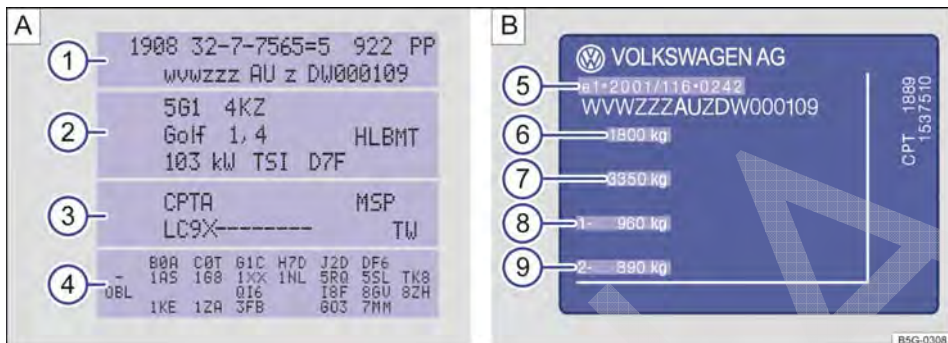

Fig. 254 A) Etiqueta de dados do veículo: na imagem de exemplo com o código do motor CPTA ③. B) Plaque de identificação.
A etiqueta de dados do veículo → Fig. 254 A) está colada na Manutenção e garantia e embaixo do revestimento traseiro do compartimento de bagagem na parede do compartimento de bagagem. Ele contém os seguintes dados:
- ① Número de identificação do veículo (número do chassi)
- ② Modelo do veículo, potência do motor, transmissão
- ③ Códigos do motor e da transmissão, código da cor, acabamento interno. No exemplo, o código do motor é "CPTA" → Fig. 254
- ④ Equipamentos opcionais, números PR
A plaque de identificação → Fig. 254 B) pode ser vista na coluna da porta após a abertura da porta do condutor. Veículos para determinados países de exportação não possuem plaque de identificação.